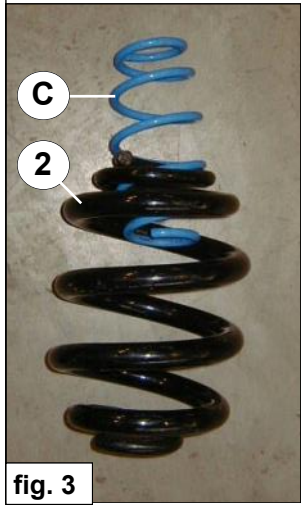

fig. 3
4. Enfoncez entièrement le ressort auxiliaire C à partir du haut dans le ressort principal. Voir fig. 3.